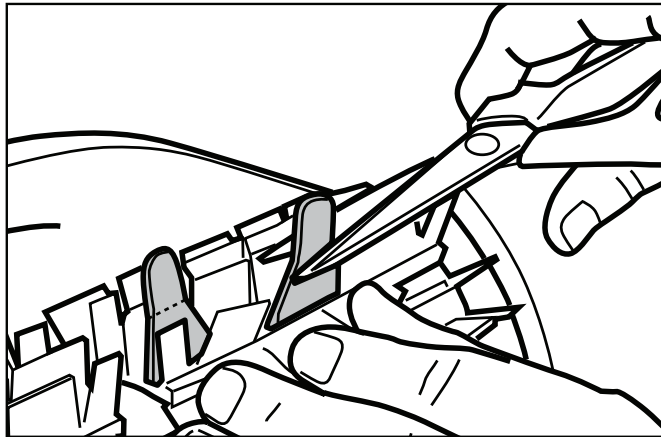

Figura 22. Corte las lengüetas
4. Use tijeras para cortar las lengüetas de manera que no queden más altas que las cerdas (Figura 22).